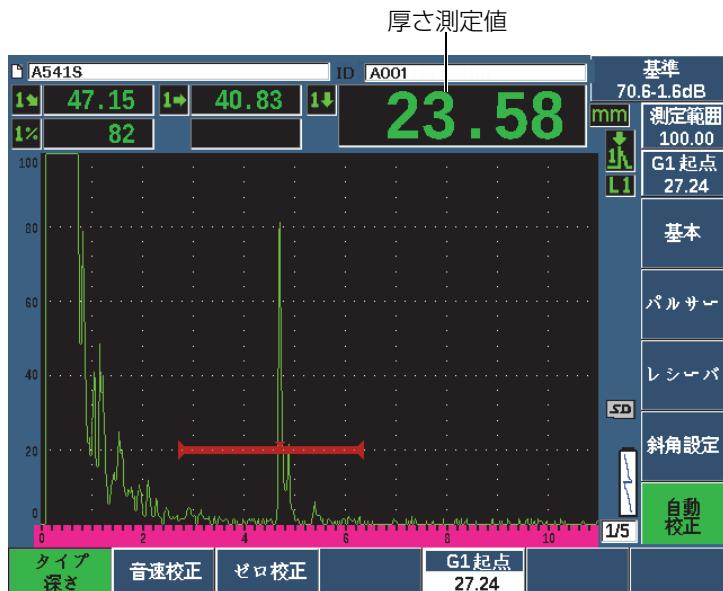

図 9-26 ゼロ校正におけるゲート信号の例
4. G1 開始ボタン（P5 キー）を使用し、試験片の横穴（SDH）からの 1 番目の反射源がゲート高さを超えるようにゲート 1 を配置します。この反射エコーは、およそ 225 mm（0.5 インチ）の位置に現れます（191 ページの図 9-26 参照）。